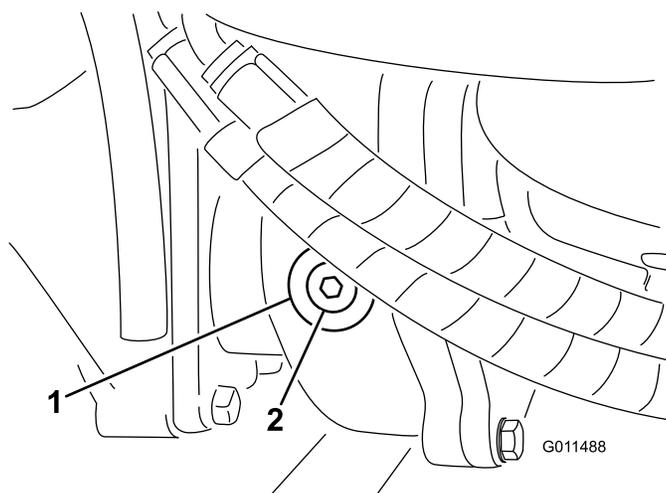

Figura 62
2. Togliete il tappo di controllo/riempimento dal lato sinistro del riduttore e verificate che il lubrificante raggiunga la base del foro (Figura 62).